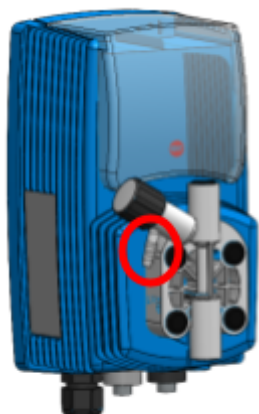

Figure 78.
- Préparation : Fixez solidement le tuyau sur la seringue et raccordez l'autre extrémité du tuyau au raccord de purge de la tête de pompe (voir figure 78).